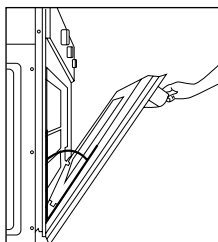

Fig. 20
- Coloque la puerta en posición semi-abierta con un ángulo aproximado de 45°, ver fig 20.